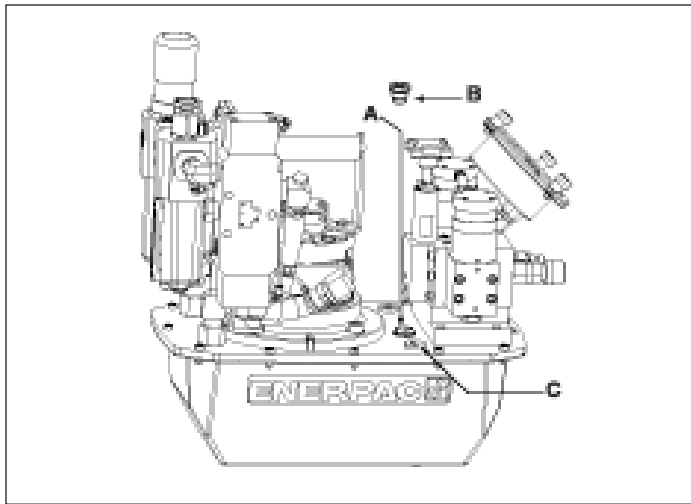

Figura 2, Instalação do Respiro ZA4T
4.1 Tampa do Respiro do Reservatório (Ver Figura 2)
Verifique o nível de óleo da bomba antes de acioná-la, e acrescente óleo, se necessário, removendo a tampa da saída de abastecimento. Certifique-se sempre de que os torquímetros hidráulicos estão totalmente retraídos antes de adicionar fluido ao reservatório. Ver Figura 2.